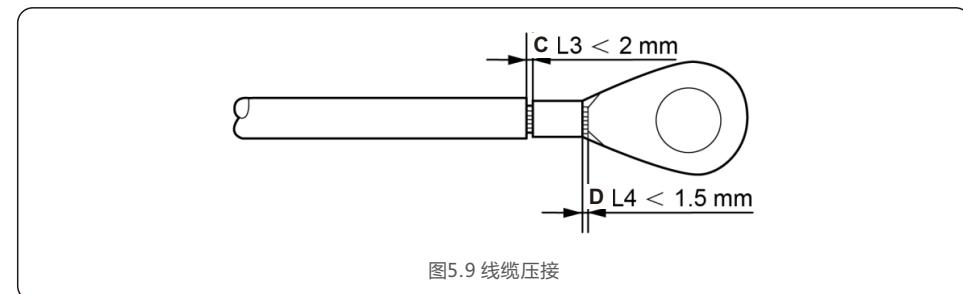

图5.9 线缆压接
4) 将剥去绝缘层的线芯穿入OT端子的导体压接区内，并用液压钳压紧（如图5.9）。